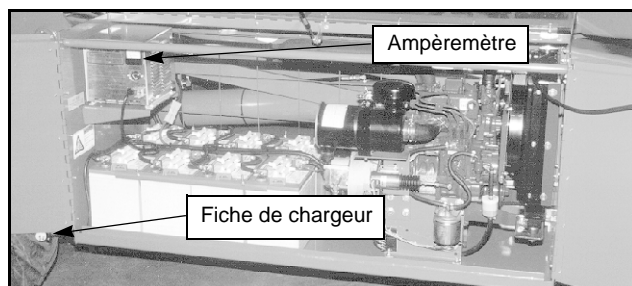

Figure 6 : Module de puissance, côté droit du châssis
3. Branchez le cordon de rallonge (conducteur de 1,5 mm2 [calibre 12] au minimum et de 15 mètres [50 pieds] de long maximum) à la fiche du chargeur située dans le conjoncteur-disjoncteur sur le côté gauche du châssis (figure 6). Connectez le cordon de rallonge à la prise de terre adéquate ayant la tension et la fréquence correctes.